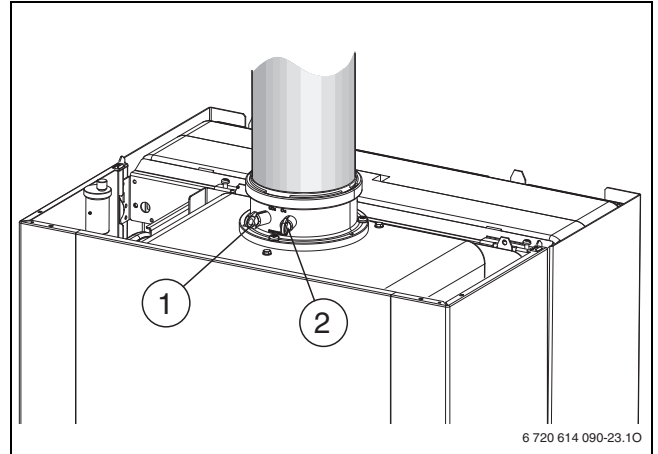

Bild 45
- ▶ Verschlussstopfen am Verbrennungsluft-Messstutzen [2] entfernen (→ Bild 45).
- ▶ Verschlussstopfen am Abgassmessstutzen [1] entfernen (→ Bild 45).